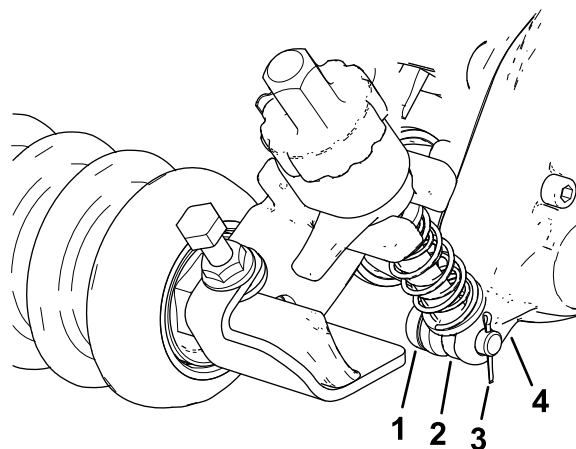

Figura 12
- Sul lato della scatola della trasmissione del groomer, fate scorrere l'asta del braccio di regolazione della staffa dell'altezza di taglio nella fessura della scatola della trasmissione del groomer e fissatela con un perno di regolazione e una coppiglia, come illustrato nella Figura 12.